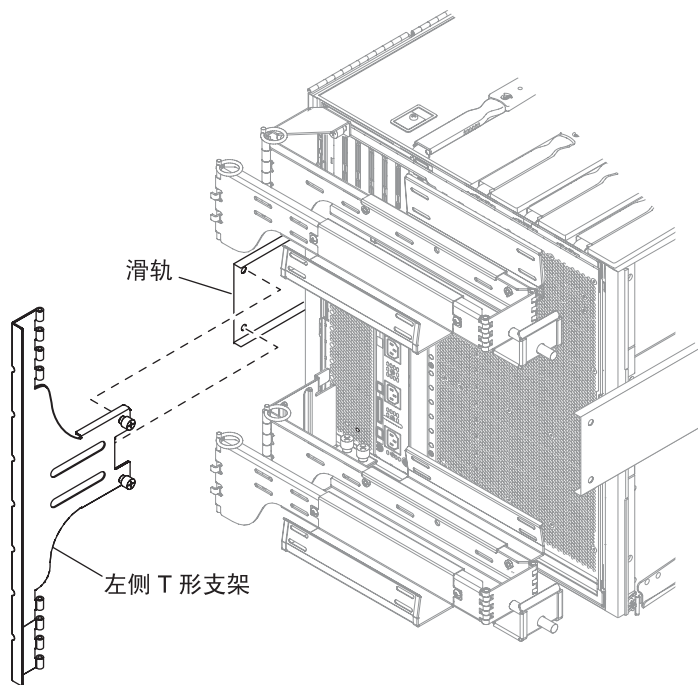

图 1-21 安装左侧 T 形支架
7. 使用两颗自持螺丝将左侧 T 形支架固定到左侧滑轨，请参见图 1-21。